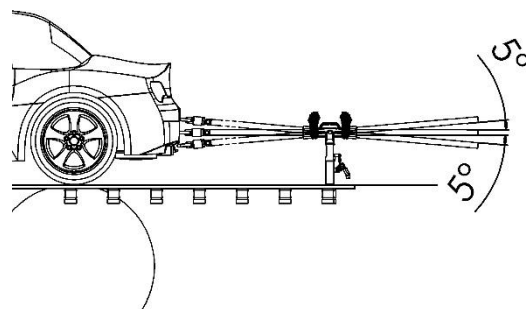

Abbildung 24: Maximal erlaubte Neigung der Fixierstangen
- Maximal erlaubte Neigung der Fixierstangen (siehe Abbildung 24): 5° (9 cm Höhendifferenz bei 1 m Abstand des Ankers vom Fahrzeug).
Hinweis	<ul style="list-style-type: none"> • Maximal erlaubte Neigung der Fixierstangen (siehe Abbildung 24): 5° (9 cm Höhendifferenz bei 1 m Abstand des Ankers vom Fahrzeug).
Hinweis	<ul style="list-style-type: none"> • Maximal erlaubte Neigung der Fixierstangen (siehe Abbildung 24): 5° bzw. 9% (9 cm Höhendifferenz bei 1 m Abstand des Ankers vom Fahrzeug).